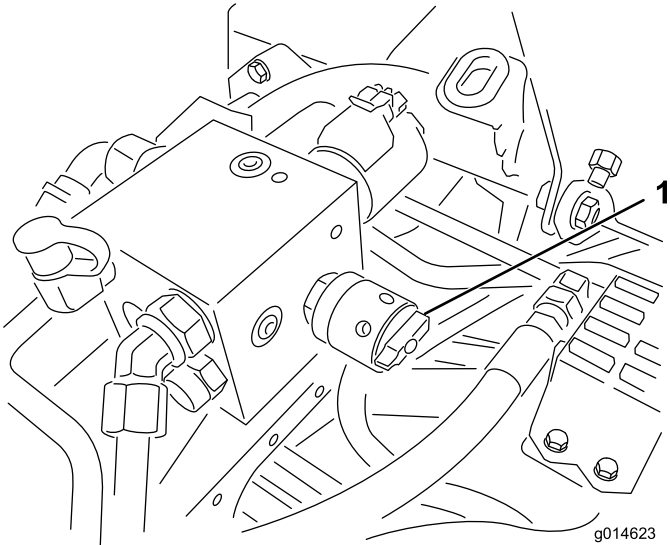

図 39
- 4. リールの速度を設定するには、ノブ（図 39）を回して、ノブの矢印を、所定の番号に合わせる。